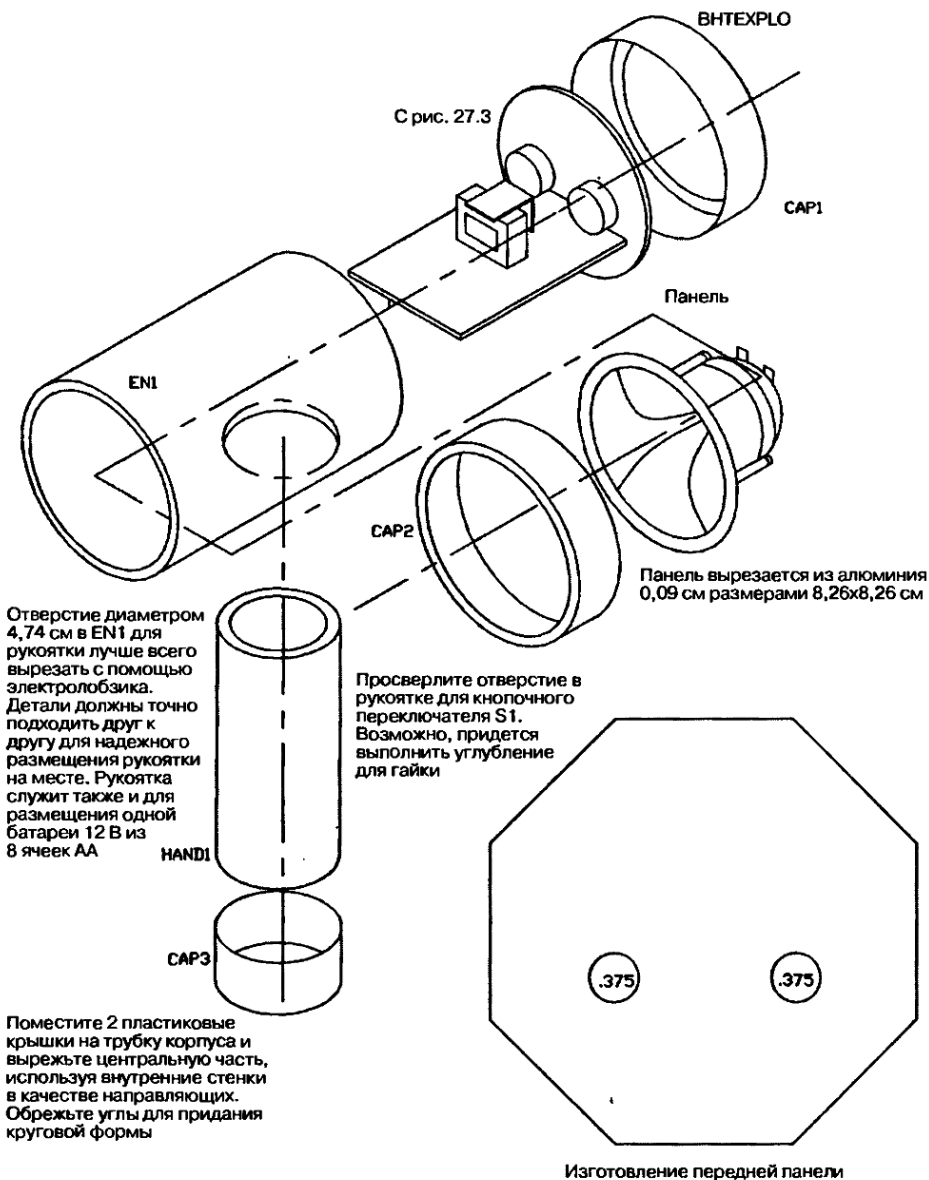

Рис. 27.5. Окончательный вид устройства в разобранном виде
| CAP2, CAP3 | 2 | Пластиковая крышка 8,89 см (A3 1/2), как показано на рис. 27.5 | |
| RP1 | 1 | Алюминиевый квадрат #22-24 со стороной 7,94 см, как показано на рис. 27.5 | |
| EN1 | 1 | Трубка из PVC 17,78 см длиной с внешним диаметром 8,89 см, как показано на рис. 27.5 | |
| HAND1 | 1 | Трубка из PVC 15,24 см длиной с внешним диаметром 4,76 см, как показано на рис. 27.5 | |
1. Поверните оси переменных сопротивлений до упора по часовой стрелке. Установите последовательно 8 элементов питания AA в держатель в рукоятке ВН1, как показано на рис. 27.5.
1. Вырежьте заднюю панель из алюминия 8,26×8,26 см. Выполните отверстия для органов управления (см. рис. 27.5).
4. Выполните окончательную сборку, сверившись с рис. 27.5.